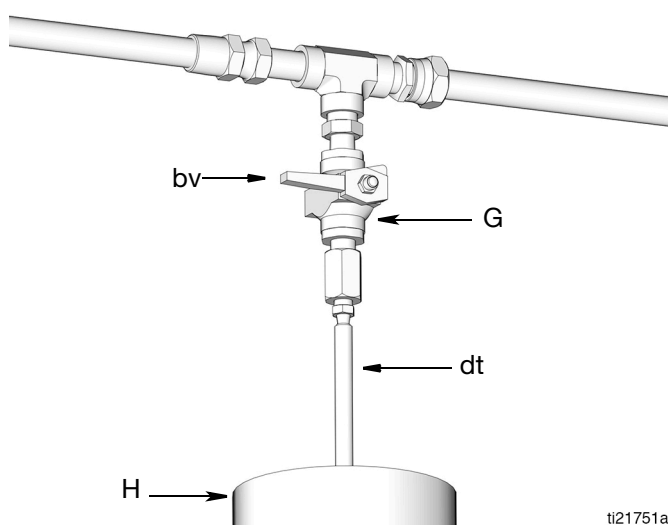

ABB. 16: Inline-Installation gezeigt
3. Die Luftzufuhr zur Nachfüllpumpe (P) abschalten.
4. Den Druck zwischen der Pumpe (P) der Fernfüllstation und dem Absperrventil (S) der Automatikbefüllung entlasten:
- a. Das Kugelventil (bv) öffnen (ABB. 16). Der Druck wird entlastet und überschüssiges Material läuft aus dem Ablassrohr (dt) in den Materialauffangbehälter (N) ab.